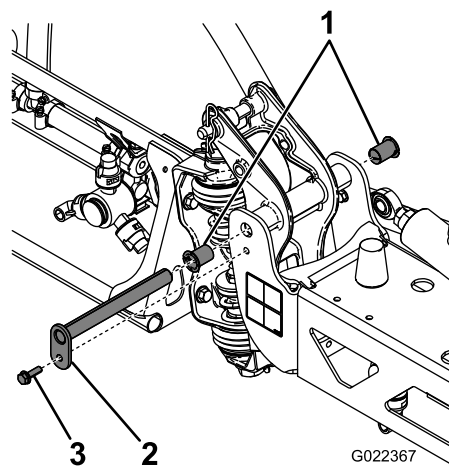

Figura 41
3. Com o peso da rampa suportado, retire o parafuso e a porca que seguram o pino de articulação à rampa (Figura 41).
- Retire e inspecione as buchas de nylon dos lados dianteiro e traseiro do suporte de articulação (Figura 41).
- Monte a rampa e o apoio da articulação no chassis alinhando as aberturas (Figura 41).